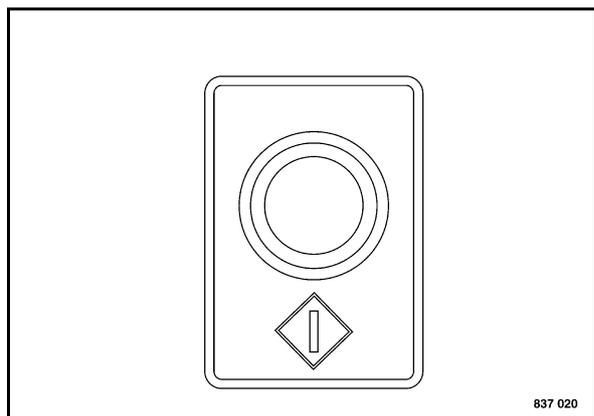

Fig. 62
- Attivare l'idraulica (Fig. 62).